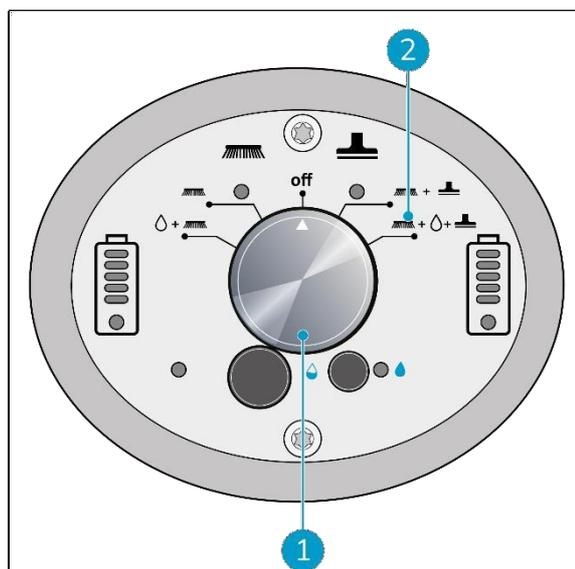

Figura 20
2. Utilizzare l'interruttore principale di base di i-mop® XL (Figura 20, punto 1) e selezionare la MODALITÀ 4 Spazzola + Acqua/Soluzione detergente + Aspirazione a secco (Figura 20, punto 2).